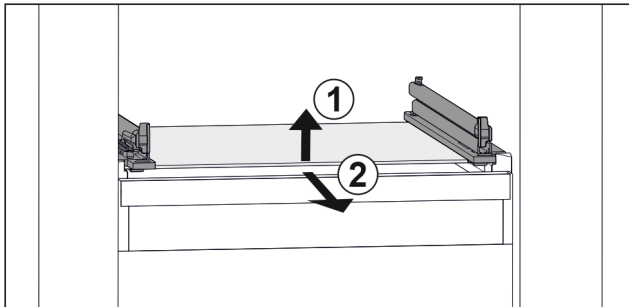

Fig. 97 Primjerna prikaz staklene ploče
- ▶ Stavite ladicu ukoso iza zaustavljača. (pogledajte Fig. 97 (1))
- ▶ Izvadite staklenu ploču prema naprijed. Fig. 97 (2)